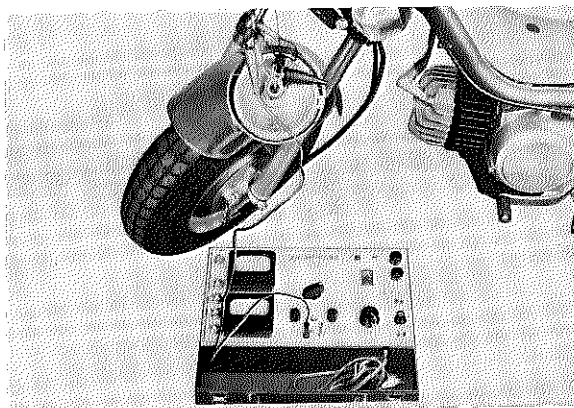

Fig. 6-6-1
- Connect positive (+) test lead to yellow connection and negative (—) test lead to a good ground. (Fig. 6-6-1)
- Raccorder le fil positif (+) du contrôleur au fil jaune, et mettre son fil négatif (—) à la masse (Fig. 6-6-1).
- Positive (+) Leitung des Prüfers mit gelbem Anschluß verbinden, und negative (—) Leitung des Prüfers einwandfrei am Motor an Masse legen. (Fig. 6-6-1)